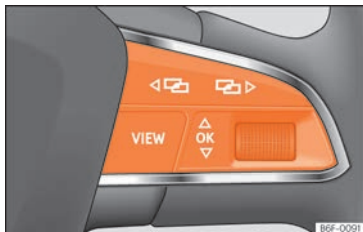

Fig. 114 Partie droite du volant multifonction : touches permettant d'utiliser les menus et les messages d'information du tableau de bord.
Lorsqu'un message d'avertissement de priorité 1 » » page 115 s'affiche, aucun menu n'est accessible. Certaines alertes peuvent être confirmées et masquées en appuyant sur la touche **OK** du volant multifonction » » fig. 114.
- Si le système affiche un message ou le pictogramme d'un véhicule, appuyez sur la touche **OK** » » fig. 114 plusieurs fois si nécessaire.
- Pour changer de menu, utilisez les touches **◀** ou **▶** » » fig. 114.
- Pour ouvrir le menu ou le message d'information affiché, appuyez sur la touche **OK** » » fig. 114 ou patientez quelques secondes jusqu'à ce que le menu ou le message d'information s'ouvre automatiquement.
- Dans le menu affiché, faites tourner la molette droite du volant multifonction » » fig. 114 jusqu'à ce que l'option de menu désirée soit sélectionnée. L'option s'affiche en surbrillance.
- Appuyez sur la touche **OK** » » fig. 114 pour réaliser les modifications désirées. Une marque indique l'activation de la fonction ou du système concerné.
Appuyez sur la touche **◀** ou **▶** » » fig. 114.